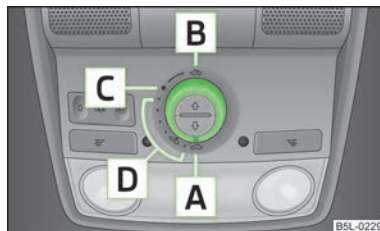

Fig. 20
El techo corredizo panorámico con cortinilla antisolar enrollable se puede activar con el conmutador giratorio sólo estando el encendido conectado » fig. 20 de la página 38. El conmutador giratorio tiene varias posiciones.
Si se desembornó y se volvió a embornar la batería del vehículo, puede ocurrir que el techo corredizo/elevable no cierre del todo. Por ello, se deberá colocar el conmutador giratorio en la posición **A** » fig. 20 de la página 38 y presionar hacia delante durante unos 10 segundos.
- Girar el conmutador a la posición **C** » fig. 20.
- Girar el interruptor a una posición en la zona **D** » fig. 20.
- Girar el conmutador a la posición **B** » fig. 20 y mantenerlo en esa posición (posición con resorte).
- Girar el conmutador a la posición **A** » fig. 20.